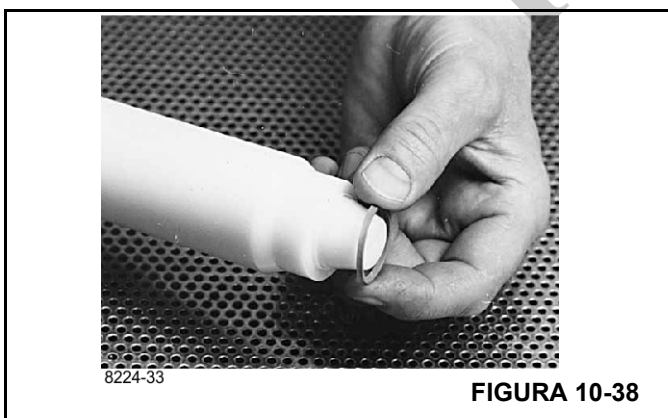

FIGURA 10-38
12. Lubrique el sello con reborde con aceite hidráulico y colóquelo en la herramienta de armado (Figura 10-38).